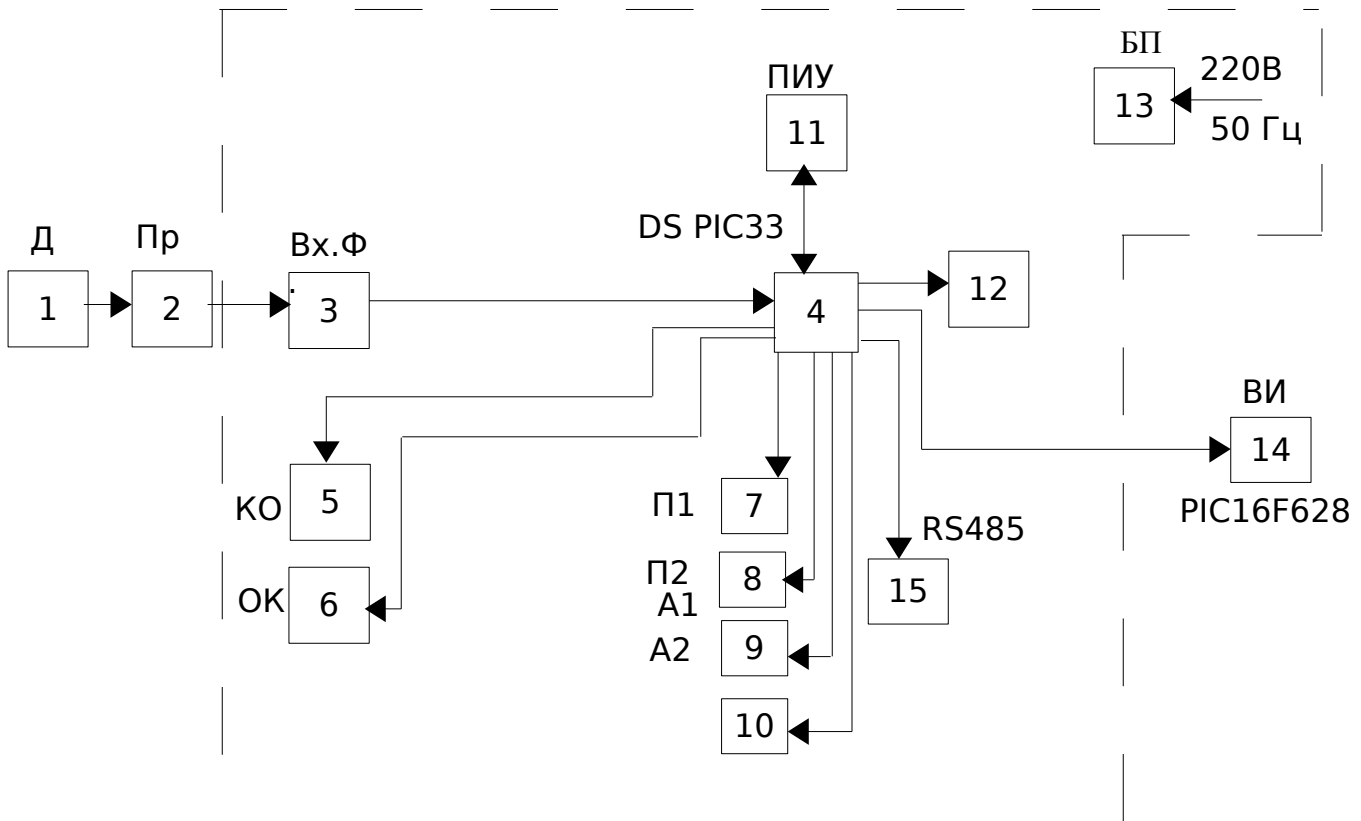

Рис. 1. Структурная схема тахометра ИП-115.
1.4.1.1. Структурная схема тахометра представлена на рис. 1.
На рис. 1 введены следующие обозначения: